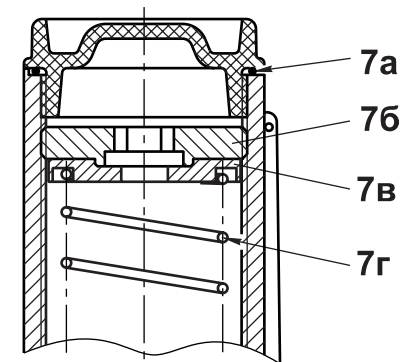

Рис. 5
4.4 Замена пружины должна производиться в следующей последовательности (рис. 5):